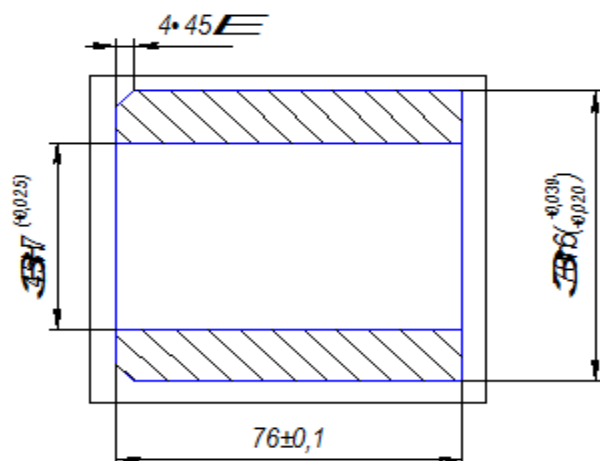

Рис. 6.3. Охват втулки рамкой выделения
- переместите указатель мыши в местоположение конечной точки прямоугольной рамки (правый нижний угол) и щелкните мышью. Рамка выделения должна располагаться так, как показано на рис. 6.3. Попавшие в рамку объекты выделятся зеленым цветом.